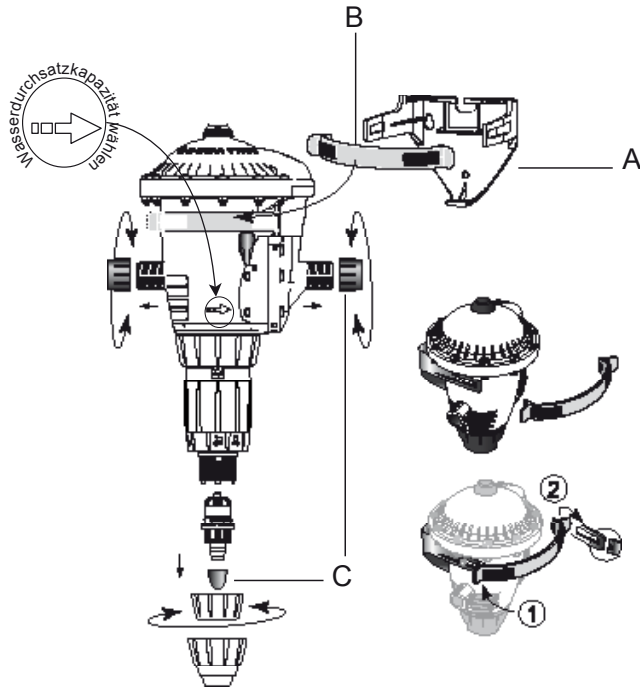

Abb. 1
- eine Wandhalterung (**Abb. 1-A**) und ein Riemen (**Abb. 1-B**),
Die vorhandenen Schutzkappen (**Abb. 1-C**) abnehmen, bevor Sie das Gerät an die Wasserversorgung anschließen.